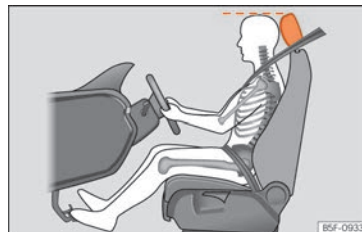

Abb. 88 Die richtige Kopfstützeinstellung des Fahrers.
- Stellen Sie die Kopfstützen so ein, dass die Oberkante der Kopfstütze sich möglichst auf einer Linie mit dem oberen Teil Ihres Kopfes befindet » **Abb. 88.**